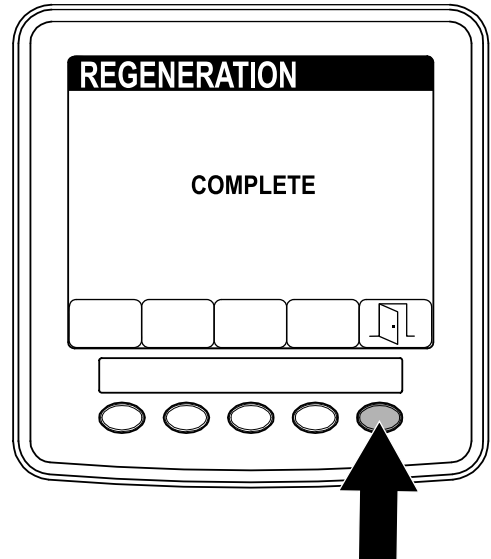

Figura 71
5. Una vez finalizada la regeneración, aparece la pantalla COMPLETE (finalizada) en el InfoCenter. Pulse el botón 5 para volver al menú SERVICE (servicio) (Figura 71).